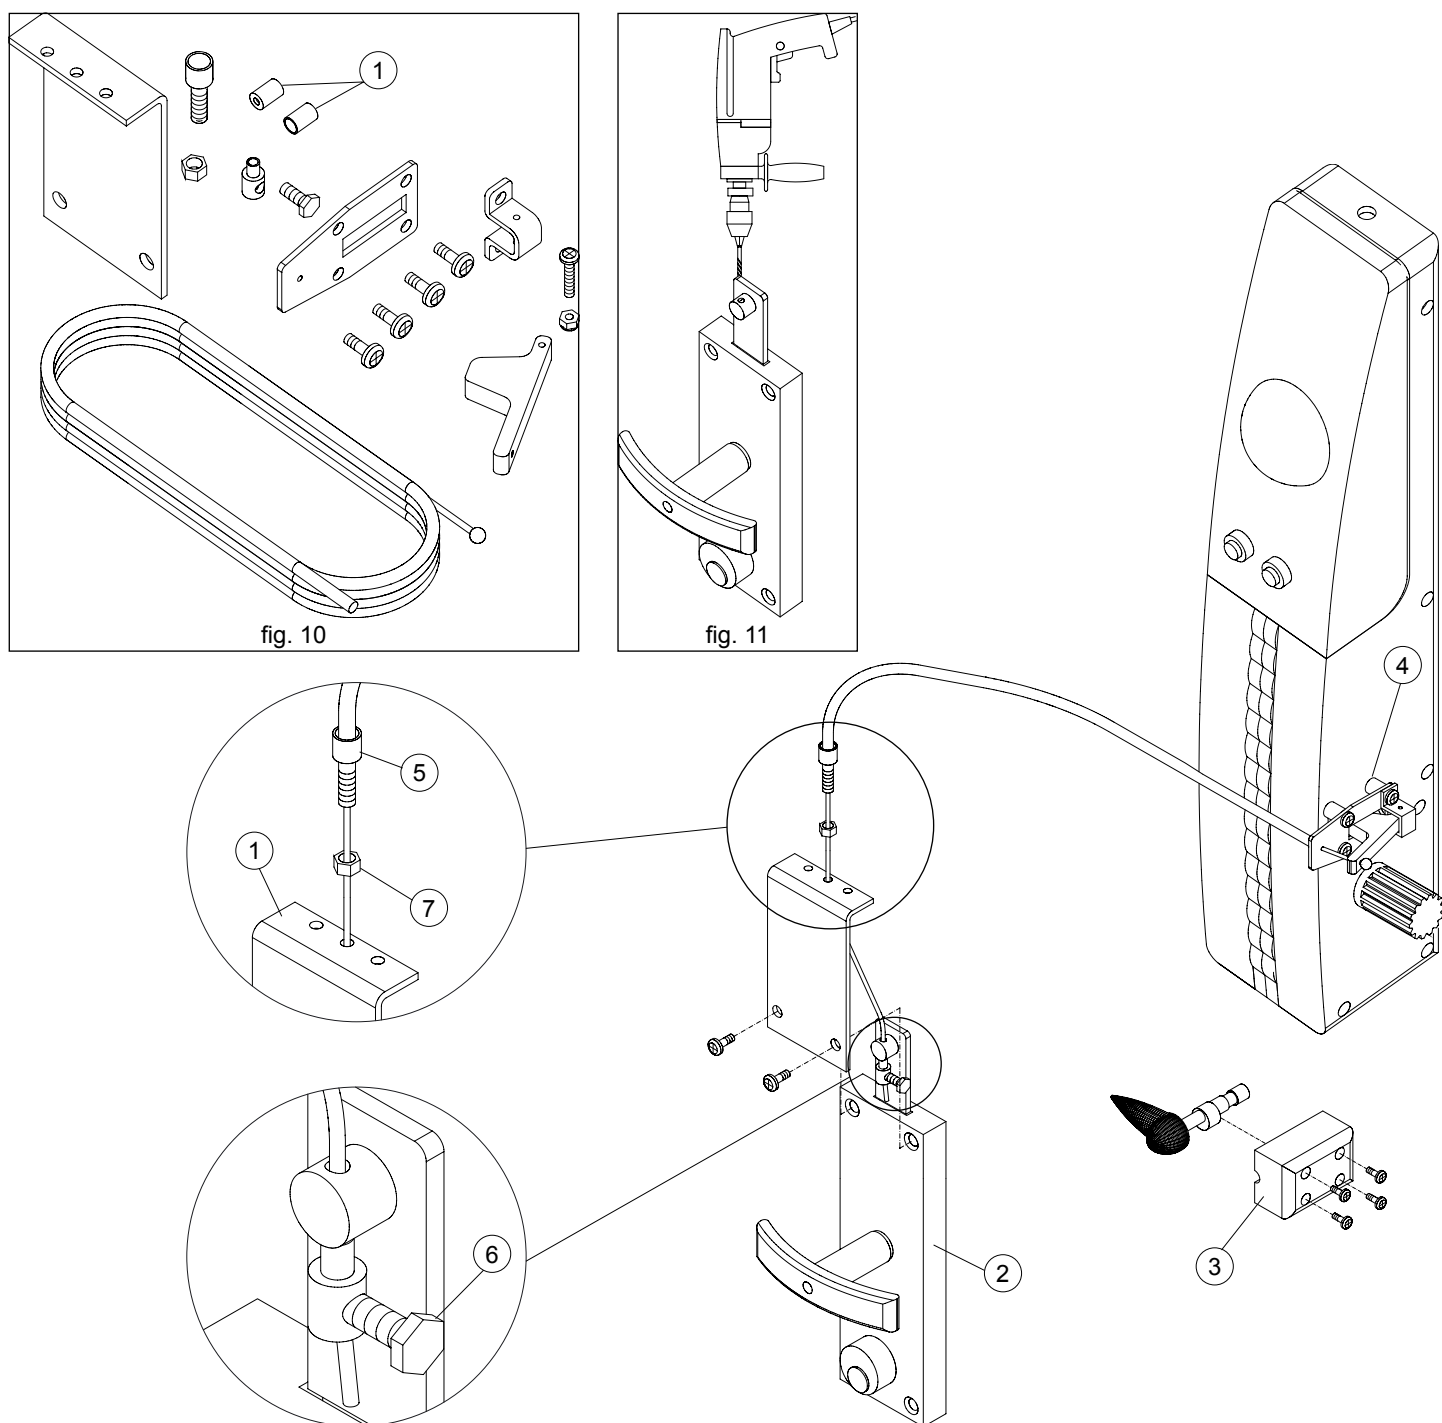

fig. 12
3. fissare la piastrina (1 fig. 12) sul carter del blocco serratura della porta basculante (2 fig. 12) tramite le viti stesse del carter;
4. asportare dal motoriduttore il gruppo di sblocco manuale (3 fig. 12) e fissare nella medesima posizione il dispositivo per lo sblocco esterno (4 fig. 12);
5. passare il cavetto metallico attraverso l'apposita vite (5 fig. 12) sulla piastrina, dopo aver inserito la guaina nel capocorda (1 fig. 10);
6. regolare la lunghezza del cavo metallico fino ad azionare lo sblocco (girando la maniglia della porta basculante) e bloccarlo tramite la vite (6 fig. 12);
7. ottimizzare la regolazione agendo sulla vite montata sulla piastrina (5 fig. 12) prima di fissare il relativo dado di bloccaggio (7 fig. 12).
3. Plättchen (1 Abb. 12) mit den Gehäuseschrauben selbst auf dem Gehäuse der Verriegelung des Kipptors (2 Abb. 12) anbringen;
4. Die manuelle Entriegelung (3, Abb. 12) vom Getriebemotor entfernen und die Vorrichtung für die externe Entriegelung (4, Abb. 12) in derselben Stellung befestigen
5. Metallfaden durch die eigens dafür bestimmte Schraube (5 Abb. 12) auf dem Plättchen führen, nachdem der Mantel in den Endverschluss gesteckt worden ist (1, Abb. 10);
6. Länge des Metallfadens so regulieren, dass die Entriegelung durch Drehen des Griffs betätigt werden kann und mit der Schraube in dieser Position fixieren (6 Abb. 12);
7. Durch Einwirken auf die auf dem Plättchen montierte Schraube (5 Abb. 12) die Einstellung optimieren und danach die Feststellmutter anziehen (7 Abb. 12).
3. fix the plate (1 fig. 12) to the door lock guard (2 fig. 12) using the same screws as the door guard;
4. remove the manual release from the gear motor (3 fig. 12) and fix the external release device in its place (4 fig. 12);
5. thread the metal cable through the relative screw (5 fig. 12) on the plate, after the sheath has been introduced in the cable terminal (1 fig. 10);
6. adjust the length of the cable until the door is released (the door handle turns) and fix with the screw (6 fig. 12);
7. optimise travel of the door by adjusting the screw mounted on the plate (5 fig. 12) before fixing the relative lock nut (7 fig. 12).
3. fixer la platine (1 fig. 12) sur le carter du bloc serrure de la porte basculante (2 fig. 12) avec les vis du carter ;
4. enlever du motoréducteur le groupe de déblocage manuel (3 fig. 12) et fixer dans la même position le dispositif pour le déblocage extérieur (4 fig. 12);
5. passer le câble métallique à travers la vis prévue à cet effet (5 fig. 12) sur la platine, après avoir introduit la gaine dans la cosse (1 fig. 10);
6. régler la longueur du câble métallique de manière à actionner le déblocage (en tournant la poignée de la porte basculante) et le bloquer avec la vis (6 fig. 12) ;
7. optimiser le réglage en agissant sur la vis montée sur la platine (5 fig. 12) avant de fixer l'écrou de blocage correspondant (7 fig. 12).
3. fije la placa (1 fig. 12) en el cárter del bloque de la cerradura de la puerta basculante (2 fig. 12) mediante los tornillos del cárter;
4. aparte el grupo de desbloqueo manual del motorreductor (3 fig. 12) y fije en la misma posición el dispositivo para el desbloqueo externo (4 fig. 12);
5. pase el cable metálico por el tornillo (5 fig. 12) en la placa, después de haber introducido la vaina en el terminal del cable (1 fig. 10);
6. regule la longitud del cable metálico hasta accionar el desbloqueo (girando la manija de la puerta basculante) y bloquéelo con el tornillo (6 fig. 12);
7. afine la regulación mediante el tornillo montado en la placa (5 fig. 12) antes de fijar la tuerca de bloqueo (7 fig. 12).